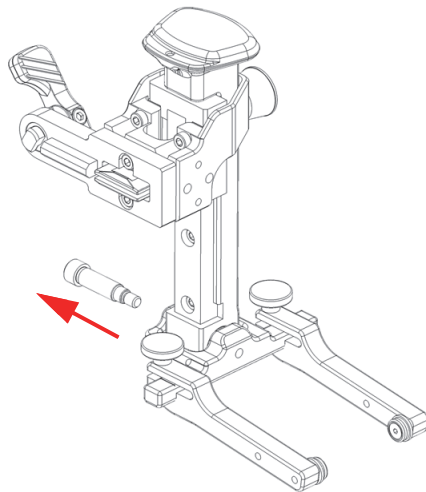

图 2-22 取下辄的旋转梁上的螺钉
4. 使用一个2.5毫米的六角键取下辄的旋转梁上的螺钉（参见第51页的图 2-22）。